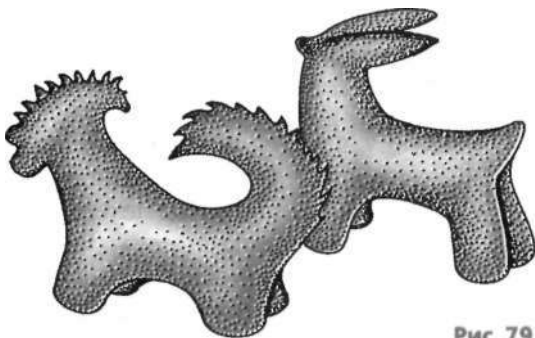

Рис. 79
**Лепные пряники.** *Лепные пряники*, или козули, широко распространены на русском Севере. Никакого специального оборудования для их формовки не требовалось — их лепили из теста прямо руками так же, как обычно лепят глиняные игрушки. По сути дела, каждый лепной пряник был своеобразной миниатюрной декоративной скульптурой. Из крутого теста, а подчас и хлебного мякиша лепили оленей, лошадок, овец, коровок, птичек и разных лесных зверушек (рис. 79). Несмотря на все разнообразие выходящих из рук умельцев животных, все они назывались одним именем — «козули». Обычно козулей выпекали перед первым выгоном скота на пастбище, началом сева, после окончания покоса и к другим подобным событиям. Пекли козули также перед Рождеством.